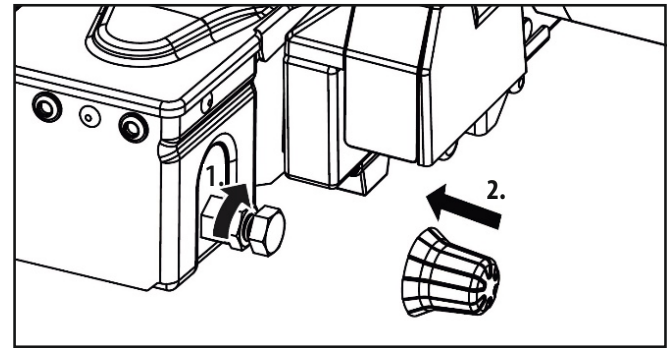

Bild 14: Einstellen des Schnellverschlusses
- Ziehen Sie die Kontermutter fest (Bild 14).